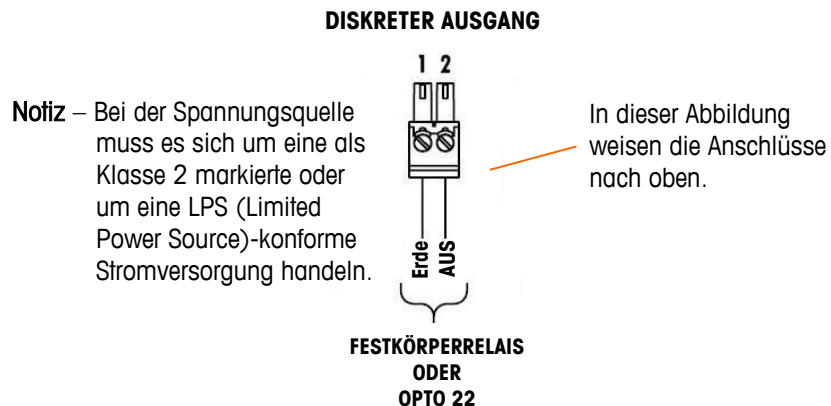

Abbildung 2-38: Diskreter Analog-Wägezellenanschluss
- Beachten Sie Folgendes bei einem standardmäßigen vieradrigen Kabel: Wenn eine erhöhte Last zu einer Verringerung der Gewichtsanzeige führt, die Signaladern umkehren (+SIG und -SIG). Abbildung 2-38 zeigt die Verdrahtungsdefinitionen für den diskreten Analog-Wägezellenanschluss.